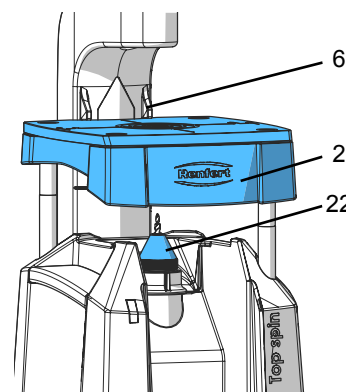

Fig. 8
- ⇒ Premere il blocco mandrino (7, fig. 1) e ruotare il dado di serraggio (22, fig. 8) fino allo scatto del blocco mandrino.